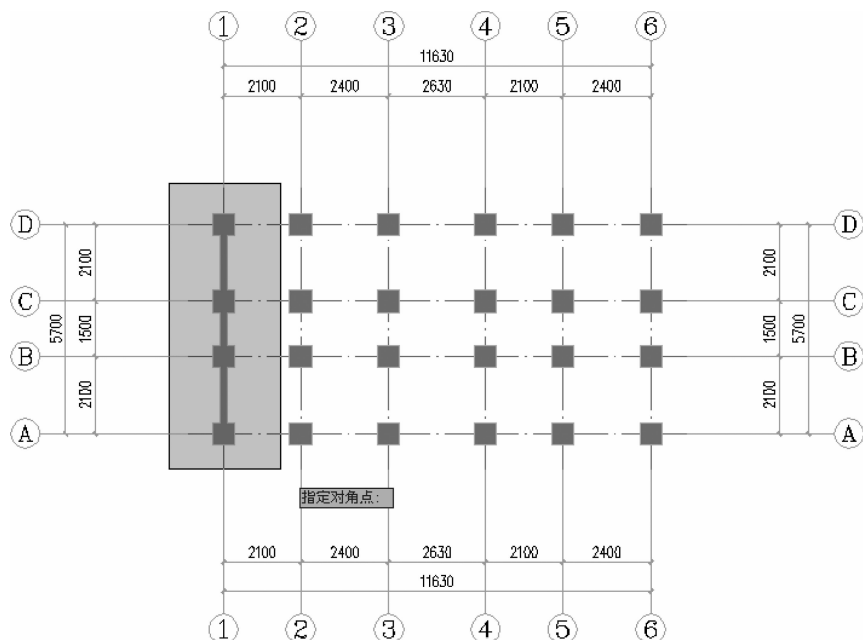

图 3-23 框选需要修改的墙体(改墙厚)
(2)根据提示框选需要修改的墙体,如图 3-23 所示。选择完成后按空格键确认,命令行提示如下: